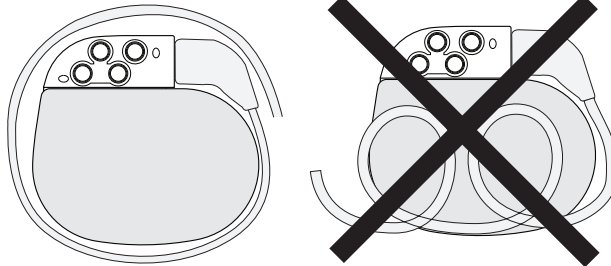

Figure 3. Enrouler tout excédent de l'extension autour du périmètre du neurostimulateur.
- Ne pas enrouler l'excédent de l'extension à l'avant du neurostimulateur. Enrouler l'excédent de l'extension autour du périmètre (Figure 3) du neurostimulateur pour éviter d'augmenter la profondeur de la poche sous-cutanée, pour réduire au maximum les risques pendant le remplacement du neurostimulateur, pour éviter les plicatures de l'extension et pour diminuer les interférences avec la télémétrie. L'excédent d'extension ne doit pas être enroulé sur plus de deux tours autour du périmètre du neurostimulateur. Les